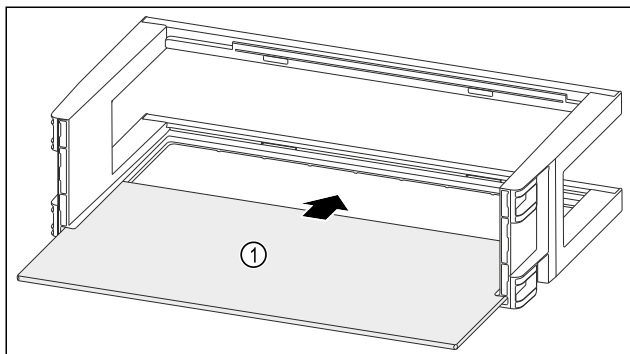

Fig. 124
- Вкарайте рафта Fig. 124 (1) в страничните прорези.